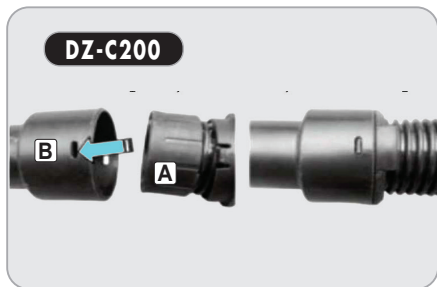

Fig.5
- Conectați furtunul de aspiratie la sacul de praf după care fixați-l de slefuitor prin clipsare. (Fig.5)